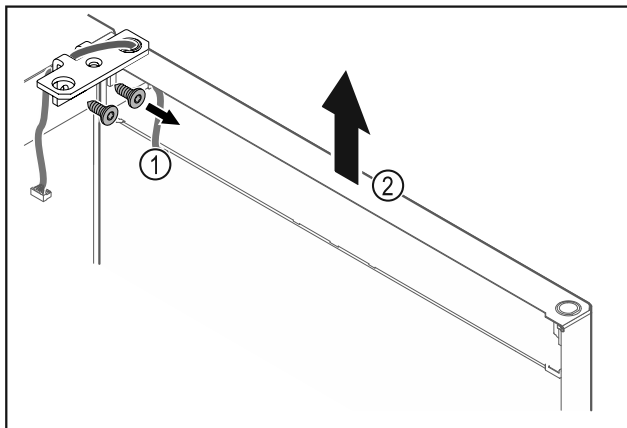

Fig. 19
- Odvijte kotnik tečaja vrat Fig. 19 (1).
- Vrata s kotnikom tečaja Fig. 19 (2) dvignite za približno 200 mm naravnost navzgor in jih snemite.